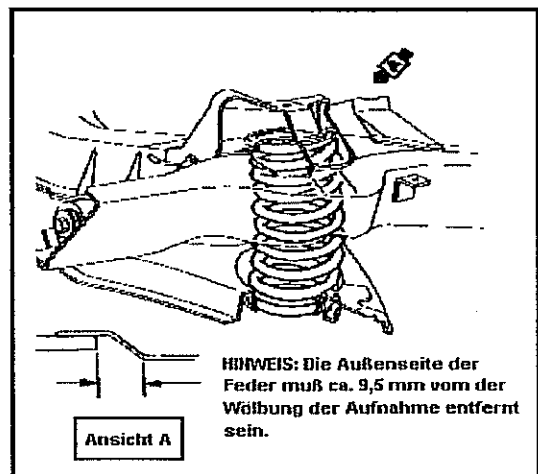

Abb. 7-53 Einbaulage der Schraubenfeder
- Feder richtig einsetzen. Siehe hierzu Abb. 7-53.